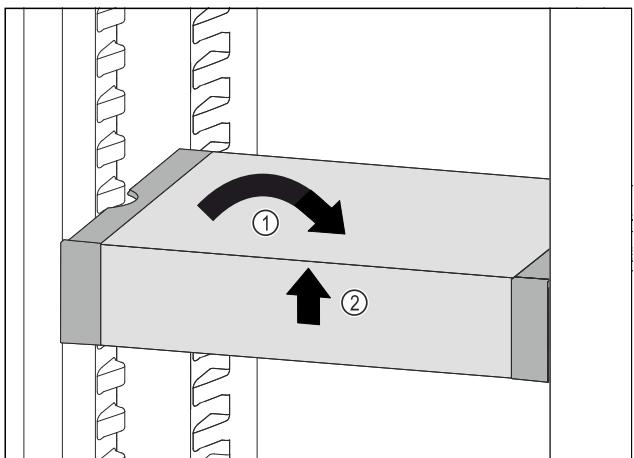

Fig. 97
- Изправете VarioSafe. Fig. 97 (1)
- Повдигнете VarioSafe отпред. Fig. 97 (2)